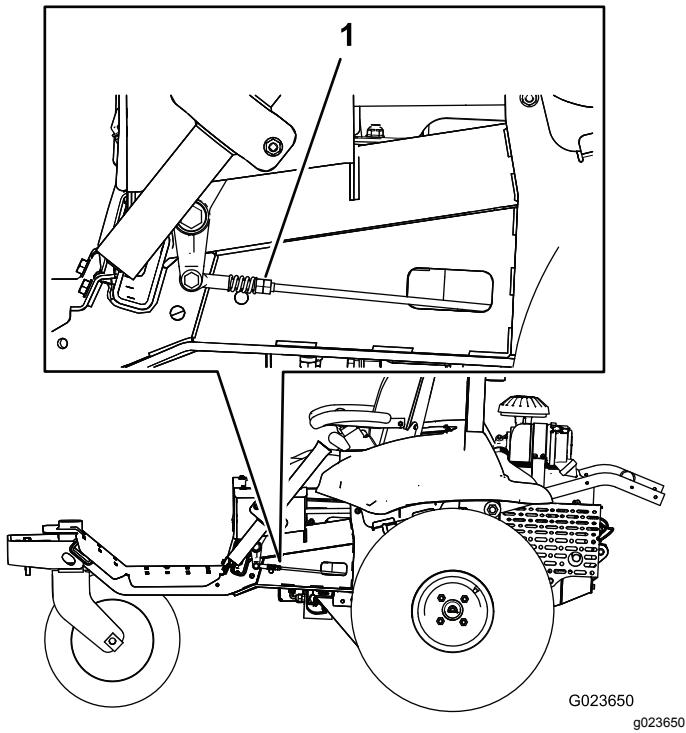

Bild 61
7. Drehen Sie die Doppelmuttern am Gestänge (Bild 61) an einer Seite der Maschine langsam, bis sich das Rad an dieser Seite dreht; drehen Sie die Doppelmutter dann in die andere Richtung, bis sich das Rad in der anderen Richtung dreht.